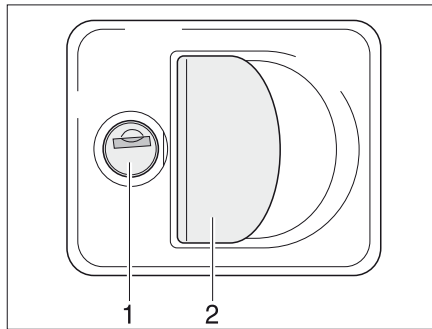

Bild 55 Lucklås med greppkåpa
- Stick in nyckeln i låscylinern (Bild 55,1) och vrid ett kvarts varv. Lucklåset är upplåst.
- Drag i låshandtaget (Bild 55,2). Den utvändiga luckan är öppen.